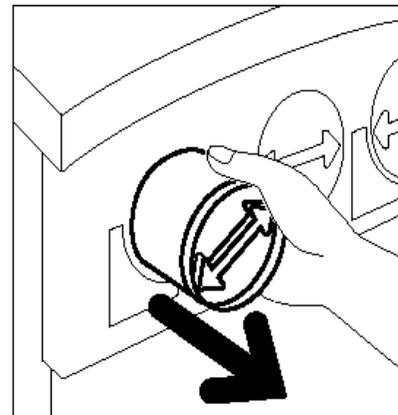

Abb. 10: Tonerpatrone herausnehmen
- 4** Die Patrone herausnehmen (s. Abb. 10). Die Patrone gemäß den geltenden Richtlinien entsorgen.